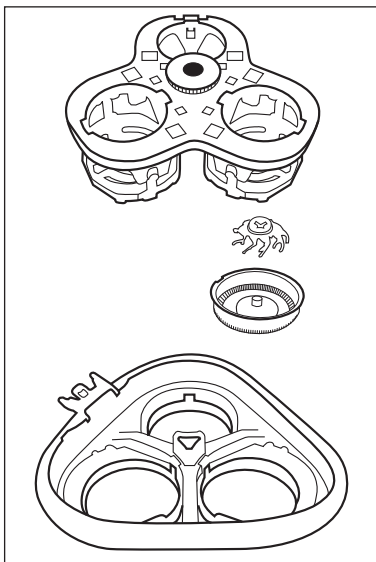

Abbildung 1
- 3) Drücken Sie den schwarzen Zahnkranz etwas herunter und drehen Sie ihn vorsichtig gegen den Uhrzeigersinn, bis sich die Halterung der Scherköpfe abheben lässt (siehe Abbildung 1).
- 5) Bauen Sie die Schereinheit **2** wieder zusammen. Nehmen Sie dafür die Abbildung 1 zur Hilfe: